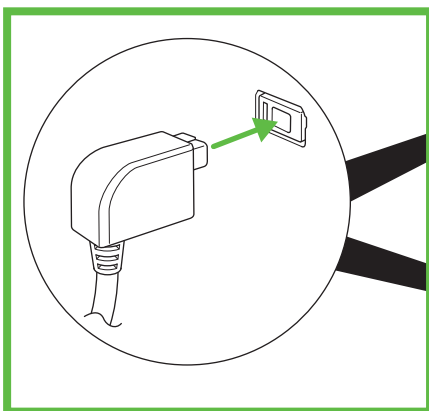

Imagen 2: Conexión del conector, p. ej. Bosch, Shimano u otros, según el equipo.
- ▶ Conecte el correspondiente cable a la batería del vehículo eléctrico ligero (Figure 2).